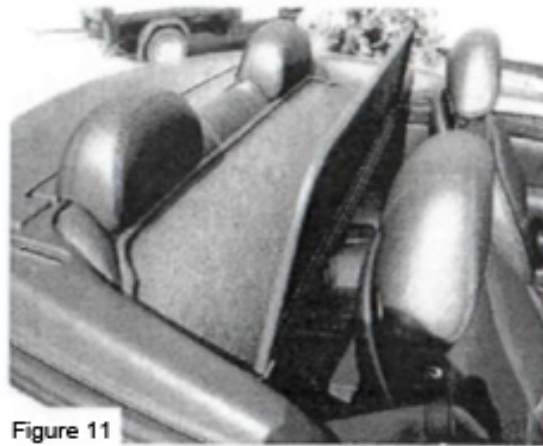

Figure 11
- Bild 11: Ansicht des montierten Windschotts für Lexus SC 430
- Figure 11: View of the installed wind deflector for Lexus SC 430